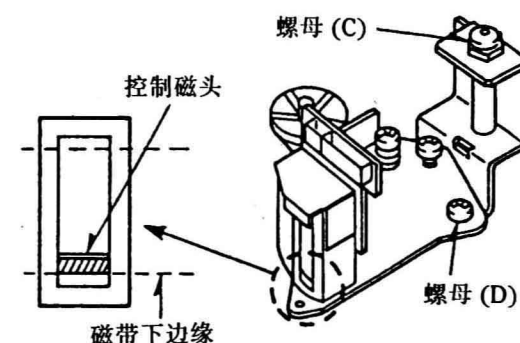
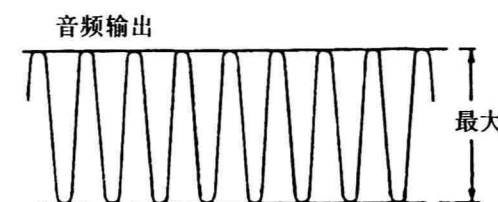

图60
图61
②如果不是, 则轻轻转动音/控磁头(如图60所示)背后的螺母(C), 降低或升高音/控磁头, 使磁带沿着控制磁头下边缘运行[顺时针转动螺母(C)降低磁头, 逆时针转动螺母(C)升高磁头]。
②重放校正用磁带的第2部分(6 kHz音频信号部分);
③调整螺丝(D), 如图60所示, 使输出电平为最大, 如图61所示。